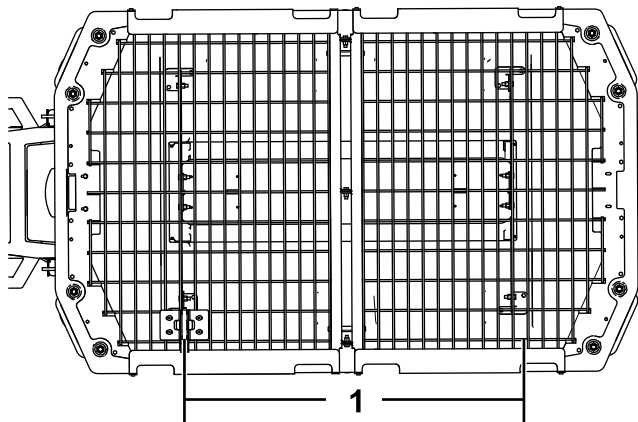

Figura 18
5. Empezando en el centro del soporte de montaje, mida la distancia hallada en el paso 4, y haga una marca en la rejilla superior (Figura 18).